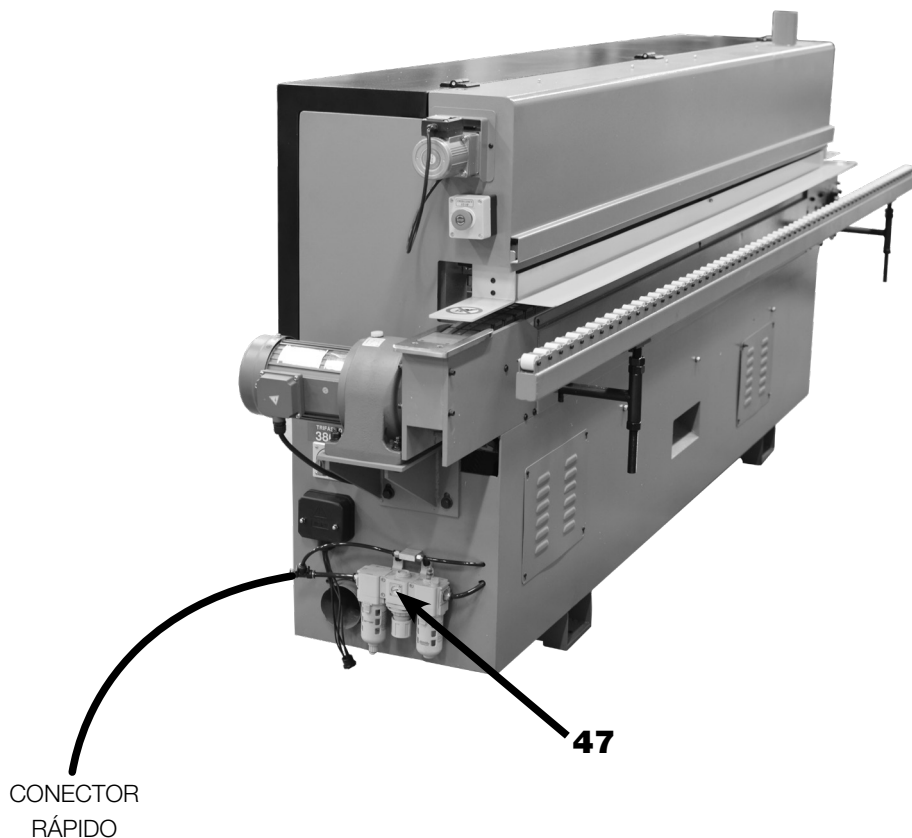

FIGURA 27 – Instalação Pneumática
A mangueira da rede ar comprimido deve ser conectada no engate rápido do Filtro Regulador de Ar (81) (figura 27), localizado sob o Motorredutor da Esteira de Transporte (60). **REGULAR** a pressão do sistema entre 4 e 6 bar.